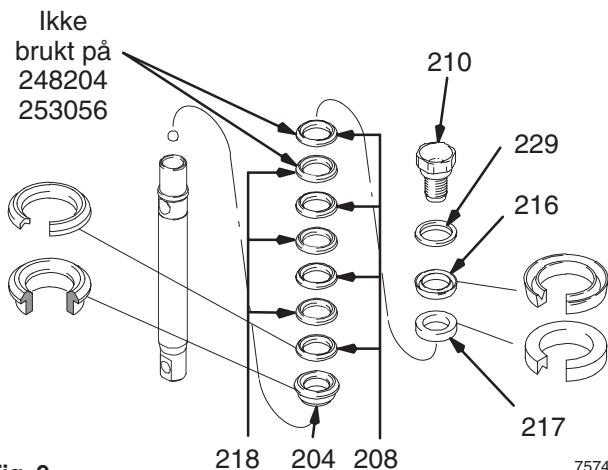

Fig. 9
Fig. 9. Bløt alle lærpakningene i SAE 30W olje i minst 1 time før de skal monteres. Sett den konvekse pakningsringen (204) på stempelstangen. Stable UHMWPE- (208) og lærpakningene (218) vekselvis (vær oppmerksom på stillingen) på stempelstangen. Sett på den konkave pakningsringen (217). Monter stempelskraperingen (216) (vær oppmerksom på stillingen) og støtteskiven (229) på stempelstangen. Den spesielle tetningsmassen på stempelstangens gjenger tåler fire pakningsutskiftinger. Bruk Loctite® på stempelstangens gjenger etter at pakningene har vært skiftet ut fire ganger.